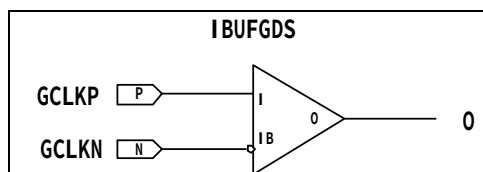

图4-79 IBUFGDS 示意图
- (2) IBUFGDS 是 IBUFG 的差分形式，当信号从一对差分全局时钟管脚输入时，必须使用 IBUFGDS 作为全局时钟输入缓冲。IBUFGDS 支持 BLVDS、LDT、LVDSEXT、LVDS、LVPECL、ULVDS 等多种格式的 IO 标准。图 4-79 所示为 IBUFGDS 示意图。